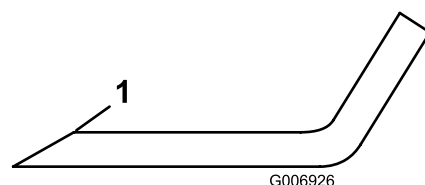

Figura 75
4. Inspeccione as extremidades de corte de todas as lâminas. Afie as extremidades de corte se apresentarem sinais de desgaste ou ranhuras, afie apenas a zona superior da parte cortante e mantenha o ângulo de corte original para garantir um desempenho eficaz da lâmina (Figura 75).